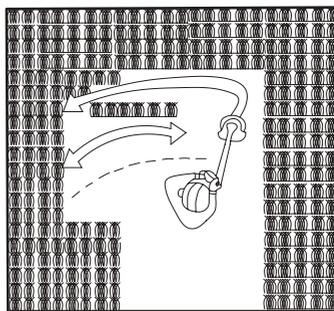

Fig. 34
5. Mueva el producto con un movimiento de arco definido, lento y de izquierda a derecha antes de llevarlo de nuevo a la posición inicial para recortar la siguiente zona (Fig. 34).